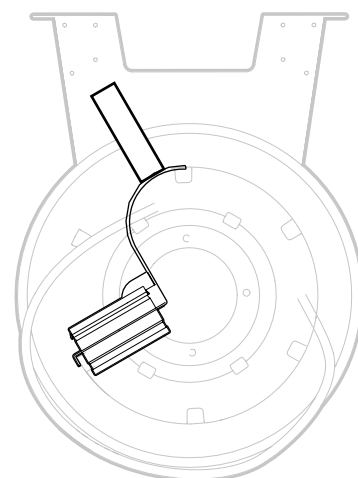
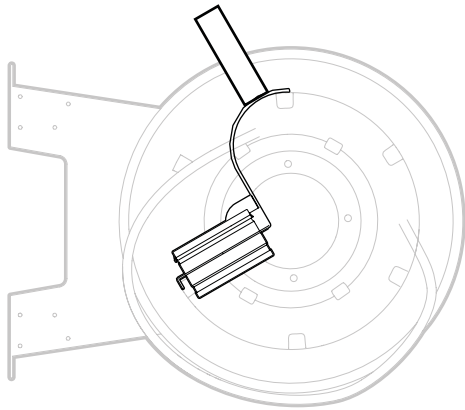

Fig. 8
Fig. 9
4. Die Trommel weiter abrollen, bis am Einlauf noch eine Drittelumdrehung der gewünschten Schlauchlänge stehen bleibt. Siehe Fig. 8 für die Deckenmontage und Fig. 9 für die Wand- bzw. Bodenmontage.